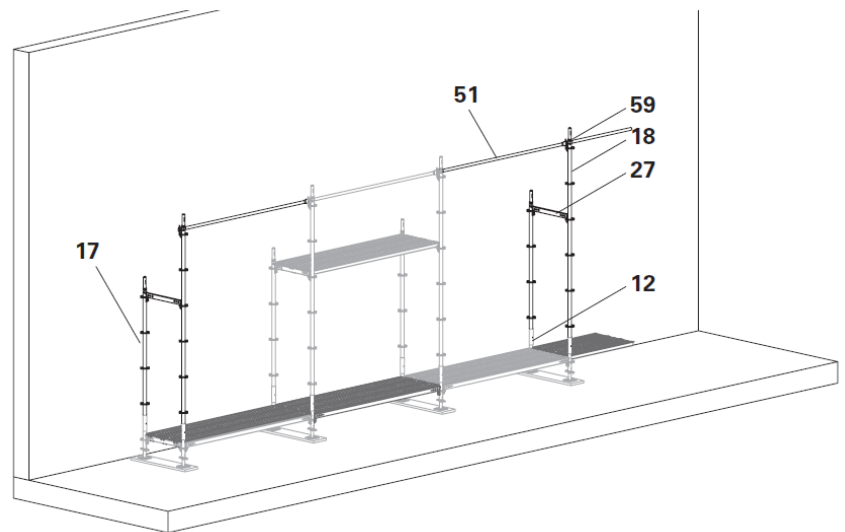
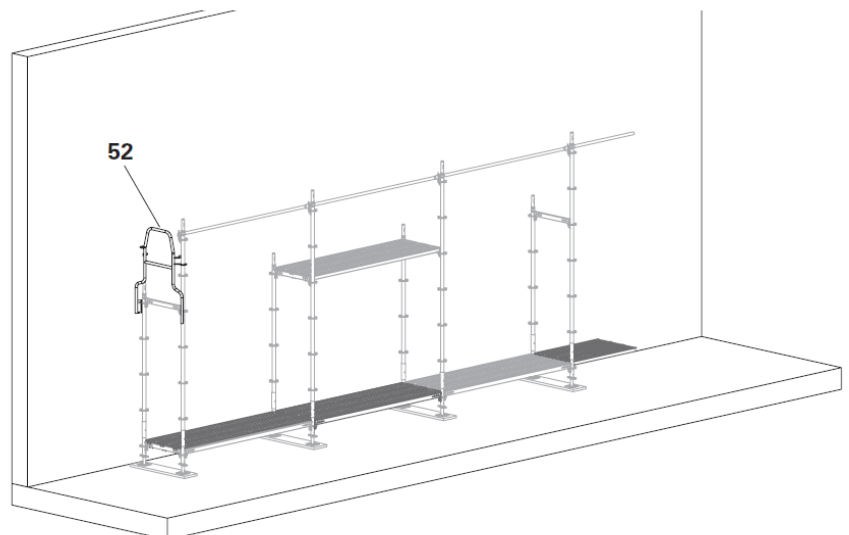

Fig. B3.03
Fig. B3.04
4. Montez un support de garde-corps EPW (59) sur la rosette supérieure de l'UVR-2 300 standard (18) à l'avance.
- la rosace supérieure de l'UVR-2 300 standard (18) à l'avance.
5. Fixez le poteau de garde-corps EPG (51) au crochet de garde-corps de la travée d'échafaudage existante.
6. Accrochez l'autre côté du poteau de garde-corps au standard pré-assemblé et poussez-les sur le Base Standard UVB (12).
7. Montez les standards UVR-2 200 (17) sur le côté intérieur de l'échafaudage.
8. Connectez les standards (17 + 18) aux horizontaux (27) au niveau du pont. Fixez les cales.
- (Fig. B3.03)
9. Installez le garde-corps d'extrémité en avance UPA-2 (52) dans la baie de bordure.,
- (Fig. B3.04)